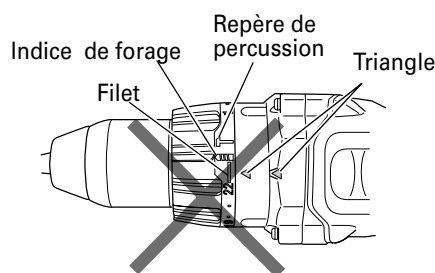

Fig. 13
- Ne pas utiliser avec le sélecteur de débrayage sur le nombre "22" et le trait noir au milieu du repère de perçage. Cela pourrait provoquer des dommages. (Voir Fig. 13)